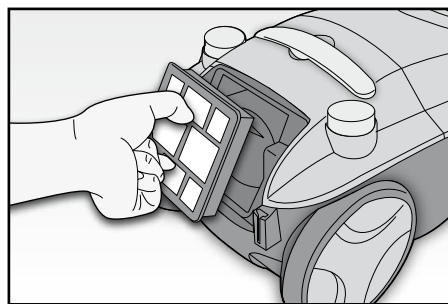

Fig. 11
- Estrarre il filtro sollevandolo (FIG. 11) e agitarlo vigorosamente per pulirlo. Se il filtro è molto sporco lavarlo con acqua tiepida saponata e farlo asciugare naturalmente. NON farlo asciugare artificialmente. Per la sostituzione filtri contattare un Centro Assistenza.